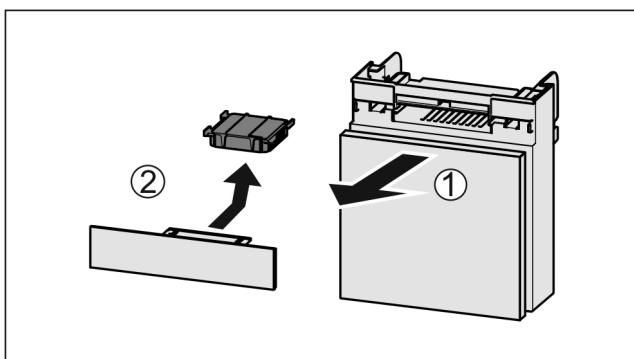

Fig. 98
- Vytiahnite zásuvku smerom dopredu Fig. 98 (1).
- Vyberte aktívny uhlíkový filter Fig. 98 (2).